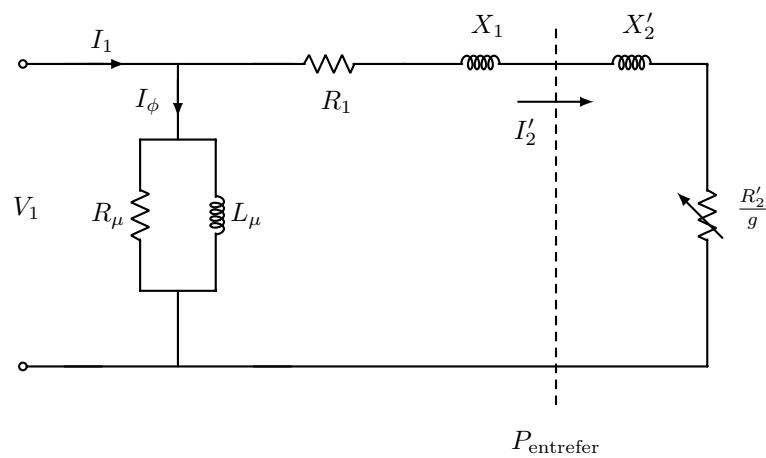

FIGURE 3.3 –
- Déduire de la figure 3.3 le circuit équivalent au synchronisme.
- Simplifier le circuit de la figure 3.3.